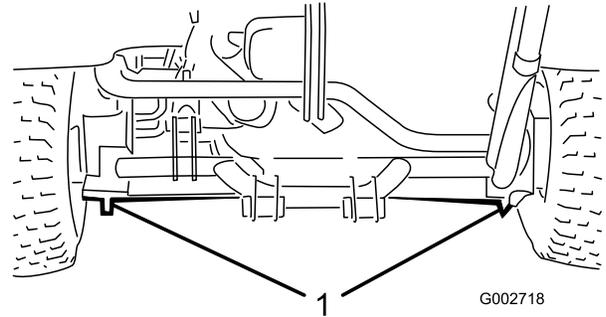

Bild 21
- Linke und rechte Seite: Unter dem hinteren Radmotor oder dem Rahmen (**Bild 21**).